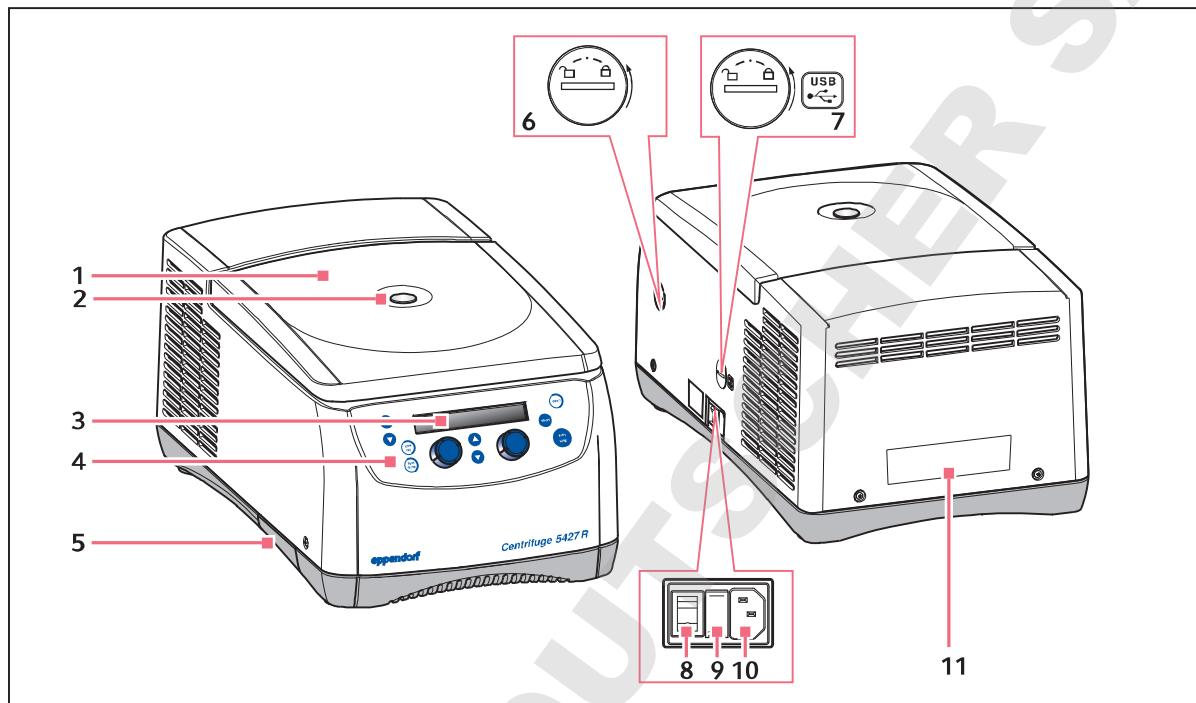

Fig. 3-1: Vue avant et arrière du Centrifuge 5427 R
7. Poussez le collecteur de condensat dans le support prévu à cet effet (voir Fig. 3-1 à la page 77).